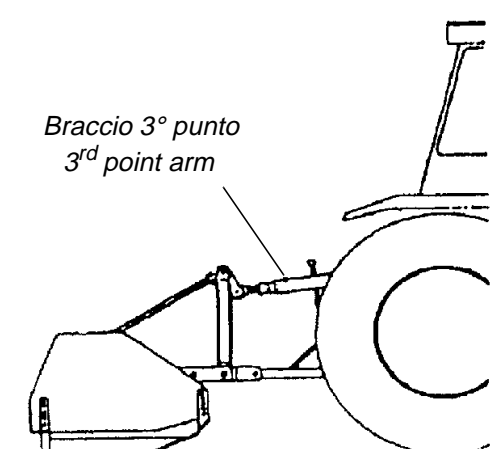

Fig. 4-9 Collegamento errato
- Non utilizzare la trinciatrice collegata come in Fig. 4-9.
- Do not connect the shredder as shown in Fig. 4-9.